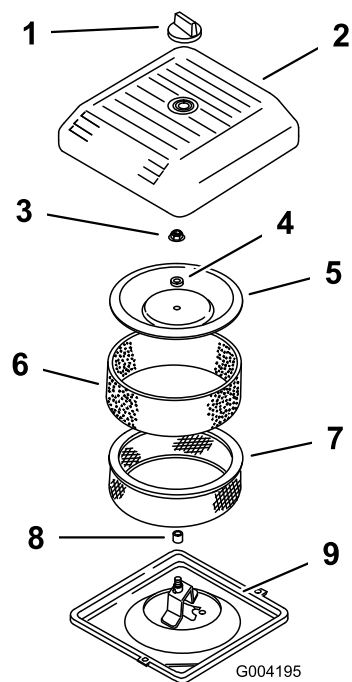

Рисунок 39
3. Отверните ручку и снимите крышку воздухоочистителя (Рисунок 39).
4. Осторожно снимите фильтр предварительной очистки из пеноматериала с бумажного элемента (Рисунок 39).
5. Выверните гайку крышки и снимите крышку, проставку и фильтр с бумажным фильтрующим элементом (Рисунок 39).
2. Установите узел воздухоочистителя на его основание (Рисунок 39).
3. Установите крышку, проставку и закрепите их гайкой крышки (Рисунок 39). Затяните гайку с моментом 11 Н·м.
4. Установите крышку воздухоочистителя и закрепите ручкой (Рисунок 39).